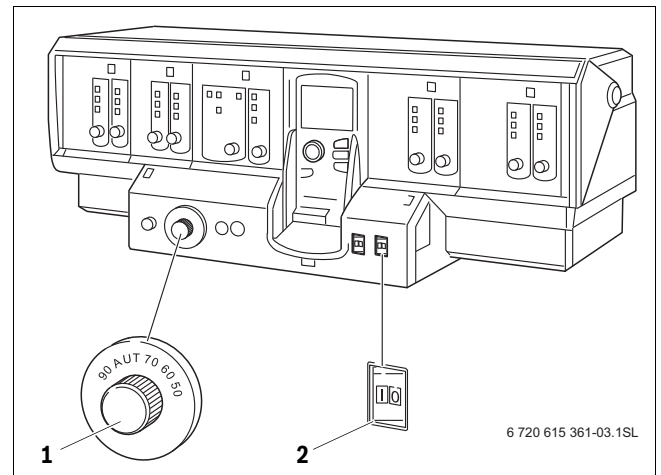

Рис. 2 Система управления (например: Logamatic 4321)
Включите котёл пусковым выключателем на системе управления (рис. 2: Logamatic 4321). При включении системы управления запустите горелку в автоматическом режиме. Затем горелка может стартовать от системы управления.
Выключите котёл пусковым выключателем на системе управления (например, Logamatic 4321, → рис. 2, стр. 5). При выключении системы управления автоматически выключается горелка.
- ▶ Переведите пусковой выключатель (→ рис. 2, [2], стр. 5) в положение „0“ (ВЫКЛ).